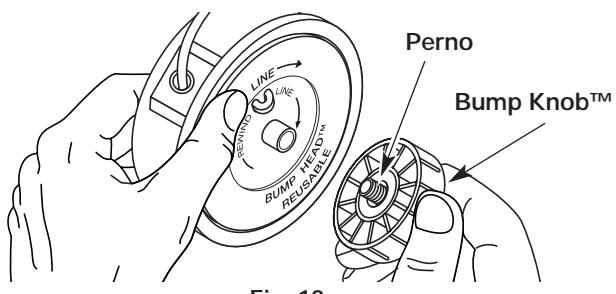

Fig. 12
1. Sostenga la bobina exterior con una mano y desenrosque la Bump Knob™ en sentido antihorario (Fig. 12). Inspeccione el perno de adentro de la perilla percusiva para verificar que se mueva con libertad. Cambie la perilla percusiva si está dañada.
- Sostenga la bobina exterior con una mano y desenrosque la perilla percusiva en sentido antihorario (Fig. 12). Inspeccione el perno dentro del botón de tope para verificar que se mueva con libertad. Cambie el botón de tope si está dañado.